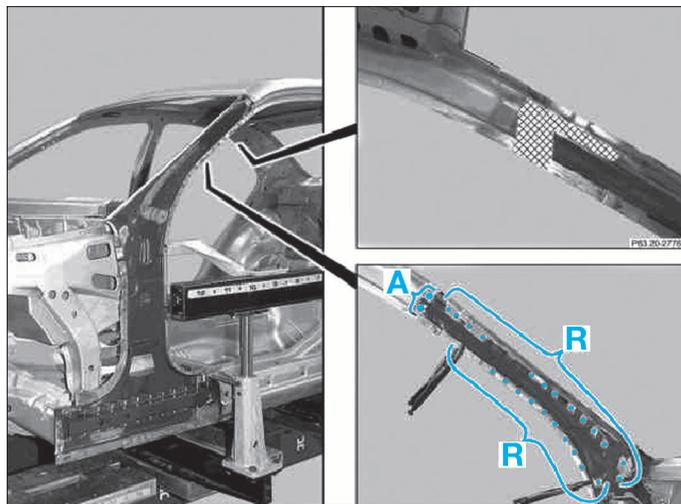

FIG. 49
- Souder par points bouchons le renfort inférieur sur le plancher zone (V).
- Ajuster le renfort supérieur sur le montant de pare brise, le fixer et le souder à la pointeuse électrique par résistance par points zone (R) (Fig.49).